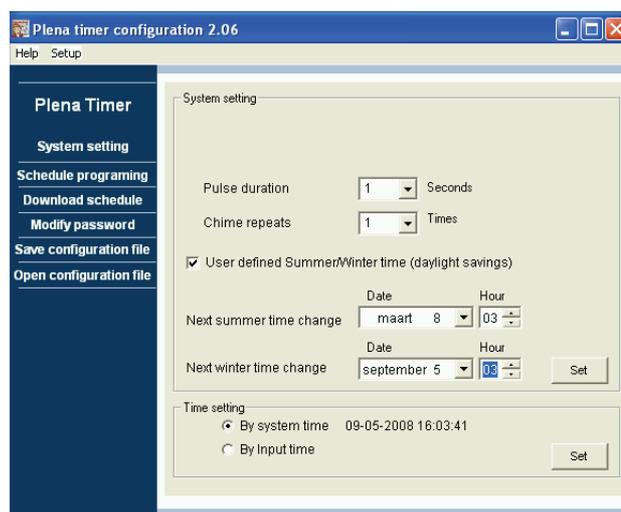

Abbildung 8.13: Fenster "User defined Summer/Winter time"
- Klicken Sie zunächst auf das Optionsfeld "By input time" und dann auf die Schaltfläche Set zur manuellen Einstellung des Plena Weekly Timer auf die erforderliche Uhrzeit. Daraufhin erscheint das folgende Fenster (siehe Abbildung 8.13).